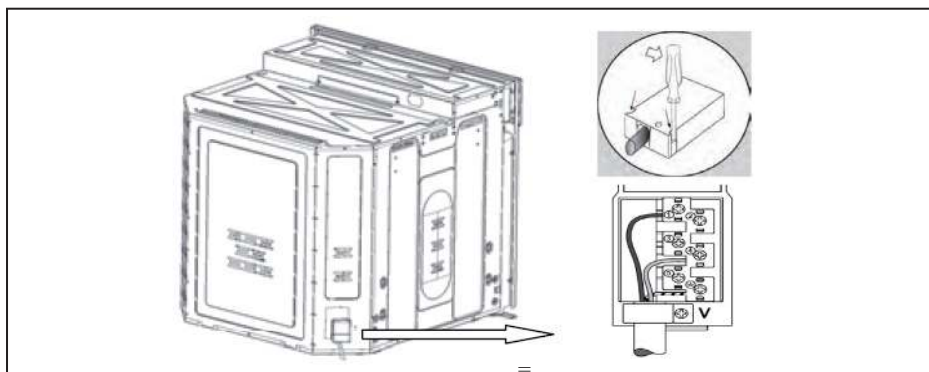

Рис.2
1. Откройте клеммную коробку при помощи отвертки, поместив ее под боковыми шпонками на крышке, потяните и откройте крышку (**см. рис. 2**).
**СИНИЙ - (N)**
**КОРИЧНЕВЫЙ - (L)**